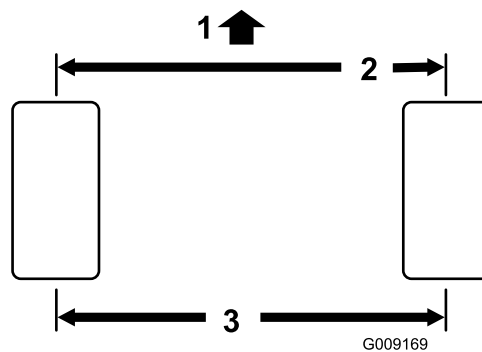

Figura 59
2. Misurate l'interasse (all'altezza dell'assale) sulla parte anteriore e posteriore dei pneumatici di sterzo (Figura 59). La misura rilevata deve essere di 0 ± 3 mm sulla parte anteriore e sulla parte posteriore del pneumatico. Ruotate il pneumatico di 90 gradi ed eseguite un'altra misurazione.